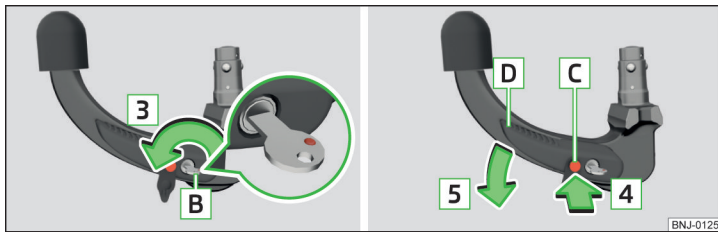

Abb. 234 **Schuss entriegeln / Auslösebolzen hineindrücken und Bedienungshebel drücken**
- Den Schlüssel **B** in Pfeilrichtung **3** drehen, sodass dessen rote Markierung nach oben zeigt » Abb. 234.